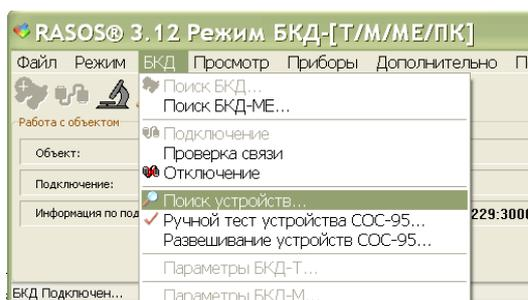

Рисунок 17 - Команда поиска адресных блоков
5) Произвести поиск адресных устройств, подключенных к БКД-МЕ: выбрать в меню «БКД» пункт «Поиск устройств» (рисунок 17).